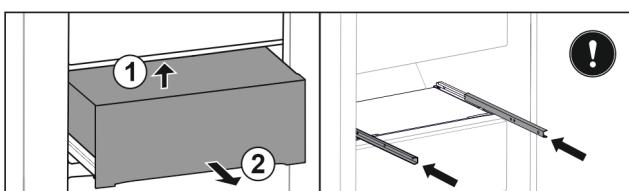

Fig. 124
- Підняти висувний ящик знизу назад. Fig. 124 (1)
- Вийняти висувний ящик рухом вперед. Fig. 124 (2)